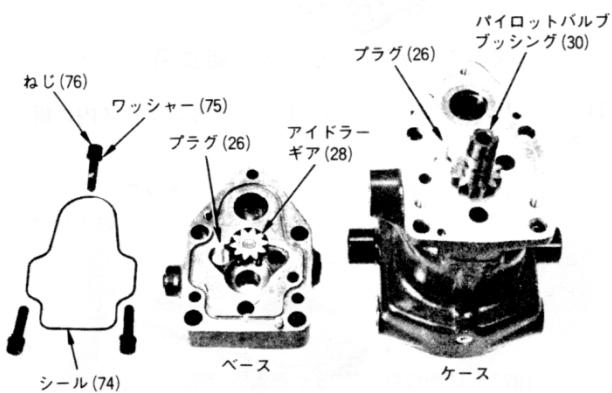

図 3-15. ベースとケース組立図
9. ベースとケースを図3-15に示した部品とともに組立てる。ブッシング(30)をケースにアイドラーギア(28)をベースに挿入する。オイルシールリング(74)を平くて広い方をベースの溝に合せて置く。ベースとケースを3本のねじ(76)とワッシャー(75)で締める。パイロットバルブブッシングが軽く動くか調べる。もし固ければベースをゆるめ、歯車が自由に動くのを確かめた後再び締める。